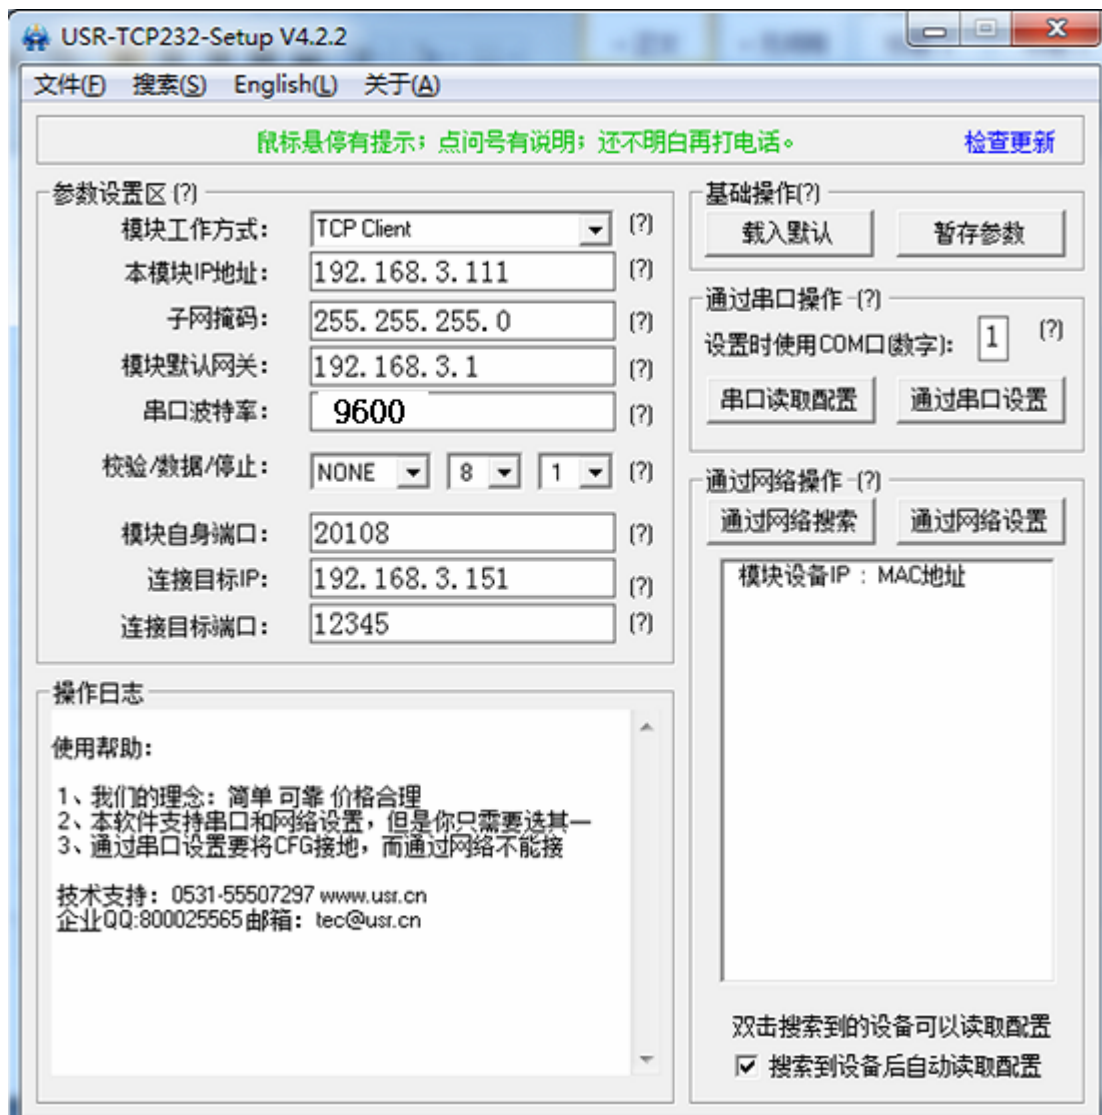

图 9
1. 打开资料文件夹中的 TCPIP-232-V4.2.2 配置工具，**注意**：不能把这个配置工具拖在桌面上打开，否则会报错的（如图 9 所示）